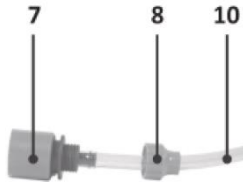
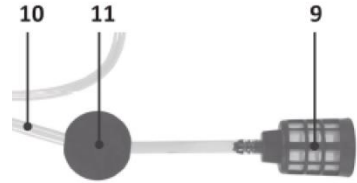

Fig. 3A
Fig. 3B
1. Zdjąć pierścień łączący węża (8) ze złącza węża (7).
2. Założyć pierścień (8) na jeden z końców węża (10).
3. Włożyć ten sam koniec węża do łącznika węża, patrz rys. 3A.
5. Drugi koniec węża (10) przeprowadzić przez otwór w kuli pływaka (11).
6. Nasunąć ten sam koniec węża na filtr ssący (9), patrz rys. 3B.